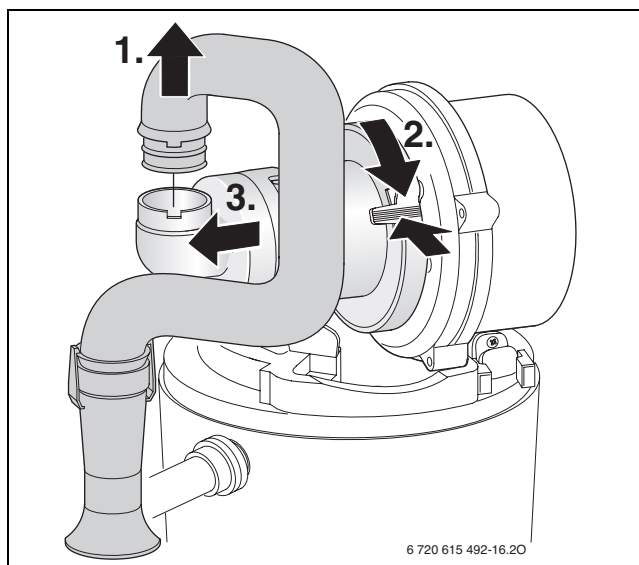

Bild 47
- Demontera blandningsadaptern [1] enligt bild 47.